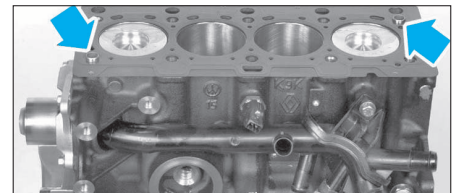

FIG. 84
- S'assurer de la présence des douilles de centrage de la culasse sur le bloc-cylindres (Fig.84).